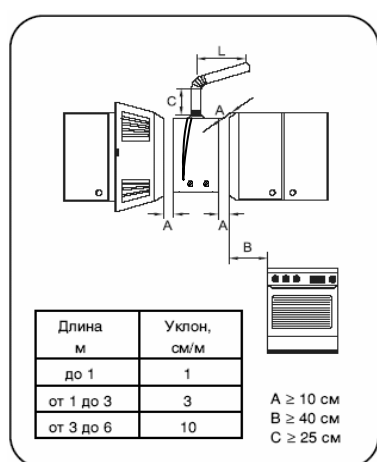

Рис. 4
1. Установка крепежной части (как показано на рис. 4)